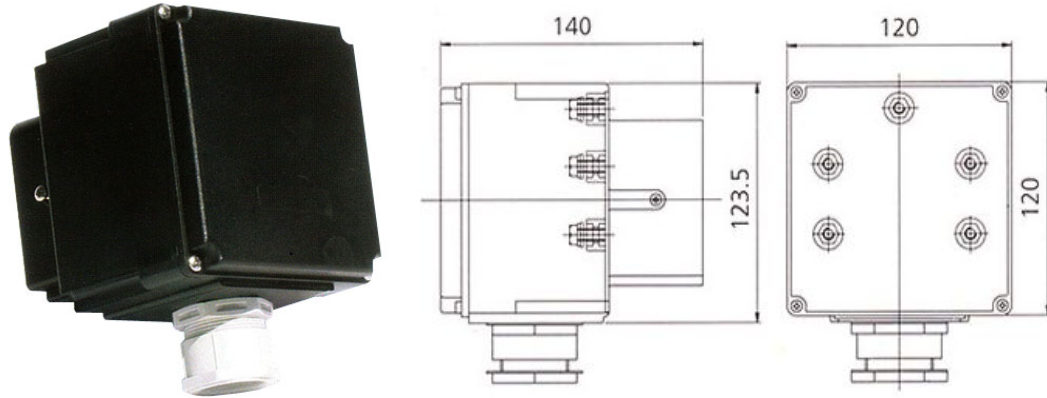

Рисунок 10 - Общий вид концевой токоподводящего короба
3.9. Характеристика концевой токоподводящего короба (см. рис.10):